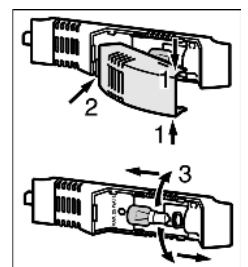

Fig. 11
- ▶ Saisir la protection d'ampoule en haut et en bas *Fig. 11 (1)*.
- ▶ Déclipser à l'arrière et détacher la protection d'ampoule *Fig. 11 (2)*.
- ▶ Remplacer la lampe *Fig. 11 (3)*.